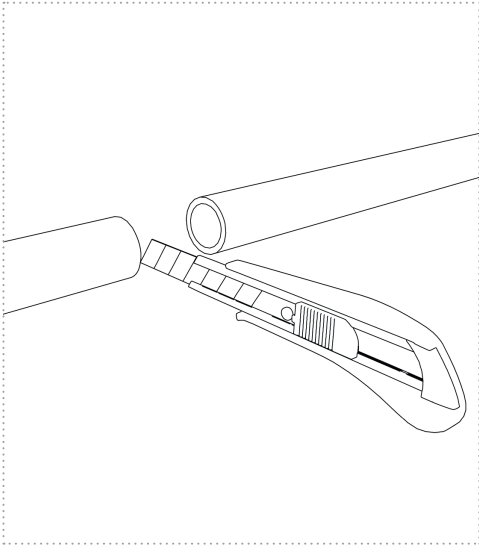

Figure 7
1. Coupez la conduite d'eau à l'endroit d'installation souhaité conformément à la figure 7. Pour les tuyaux flexibles, veillez à effectuer une coupe droite.